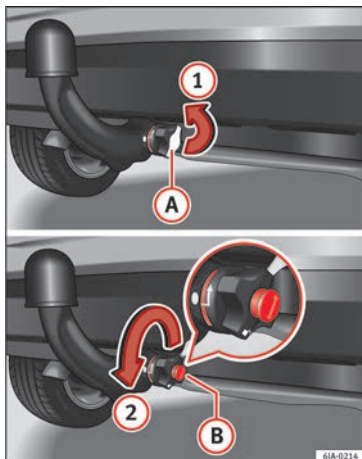

Fig. 201 Quitar la tapa de la cerradura/abrir con llave la cerradura.
- Quite la tapa **(A)** que cubre la cerradura de la ruedecilla manual en el sentido de la flecha **(1)** » **fig. 201**.